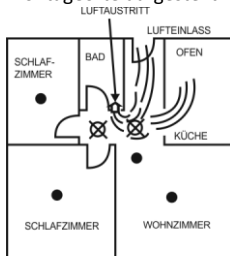

Bild 6: EMPFOHLENE INSTALLATIONSORTE DES MELDERS, UM LUFTSTRÖMUNGEN MIT SCHADSTOFFEN ZU VERMEIDEN
- Luftströme, die aus der Küche kommen, können den Melder beeinflussen, wie in **Bild 6** dargestellt. Dort werden empfohlene Montageorte dargestellt.